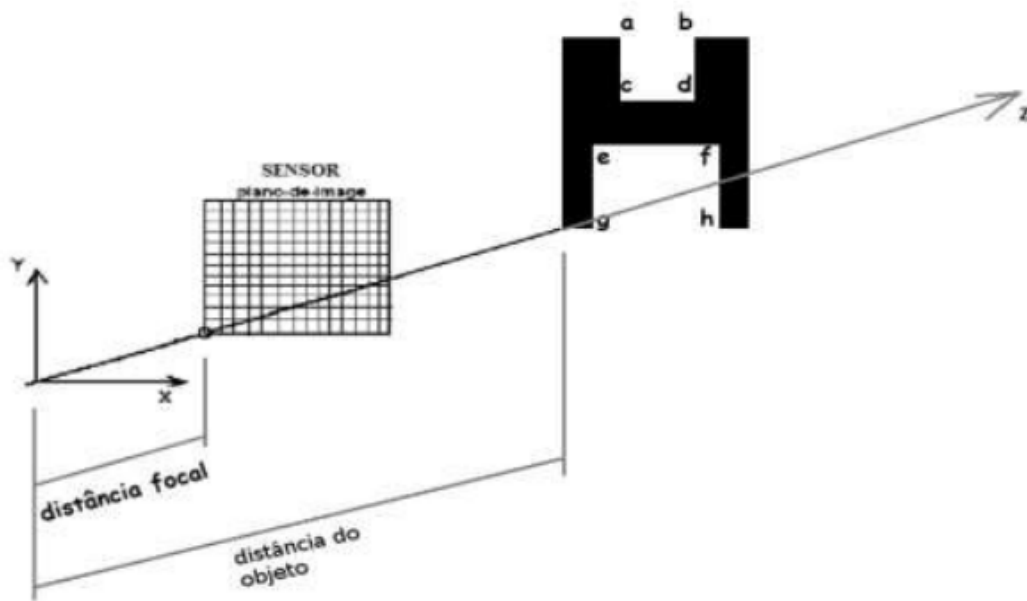

Figura 1: Projeção da peça recortada.
9) Dada uma peça retangular, com regiões escuras e claras e escuras, paralela ao planode-imagem (Figura 1). O vetor normal ao plano da peça é colinear ao eixo OZc (eixo focal). O foco (centro de projeção) encontra-se na origem  $[0,0,0]_T$  e o eixo OZc intercepta a peça (Figura 1).
**Tabela 1 – Oito pontos marcados na Figura 1.**
Tem-se como objetivo a análise da imagem capturada visando a identificação dos detalhes do objeto, para a tomada de decisões em um projeto mecânico. Os detalhes em questão são vistos como reentrâncias no objeto (Figura 1). As coordenadas 3D (em mm) dos oito pontos identificados no objeto (Figura 1) constam na tabela abaixo: